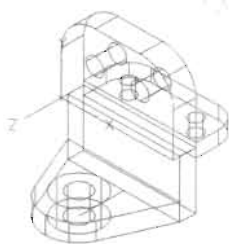

图 15-91
(13) 将这两个圆拉伸 10 个单位的高度,如图 15-91 所示,命令执行过程如下。